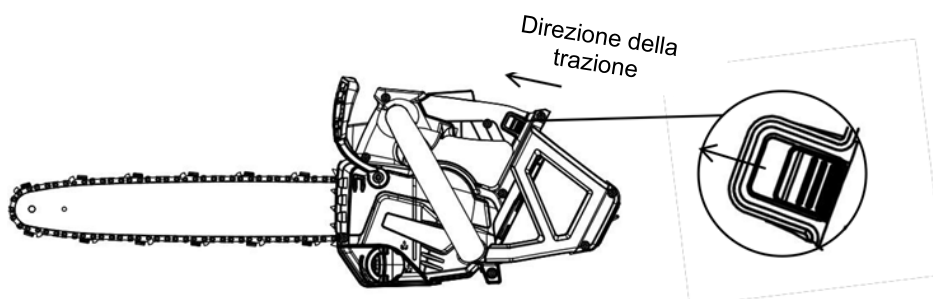

Fig 13
- a. Tirare il pulsante di blocco della batteria sull'impugnatura verso la barra di guida, quindi rimuovere la batteria dalla presa (Fig. 13).